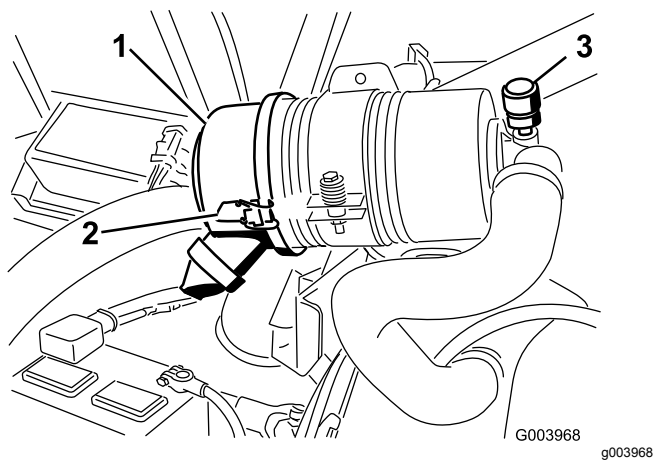

Figura 46
Revise el filtro del limpiador de aire únicamente cuando el indicador de mantenimiento (Figura 46) lo requiera. El cambiar el filtro antes de que sea necesario sólo aumenta la posibilidad de que entre suciedad en el motor al retirar el filtro.
1. Abra los enganches que sujetan la tapa del limpiador de aire a la carcasa del limpiador de aire (Figura 46).